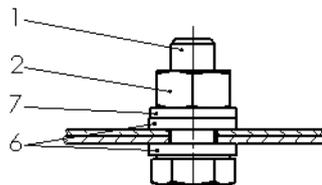

Abb. 7 / Fig. 7
- Gehäusewand mit Befestigungselementen nach Abb. 7 montieren. Nachfolgende Anziehdrehmomente verwenden:
- Gehäusedeckel montieren mit Schraubverbindung M6 bzw. M8 entsprechend Abb. 7 und Anziehdrehmomente obestehender Tabelle anwenden.
- Fasten the housing wall with fastening elements as per Fig. 7. Use the following tightening torques:
- Fasten the housing lid with the M6/M8 screw connection as per Fig. 7 and use the tightening torques shown in the table above.